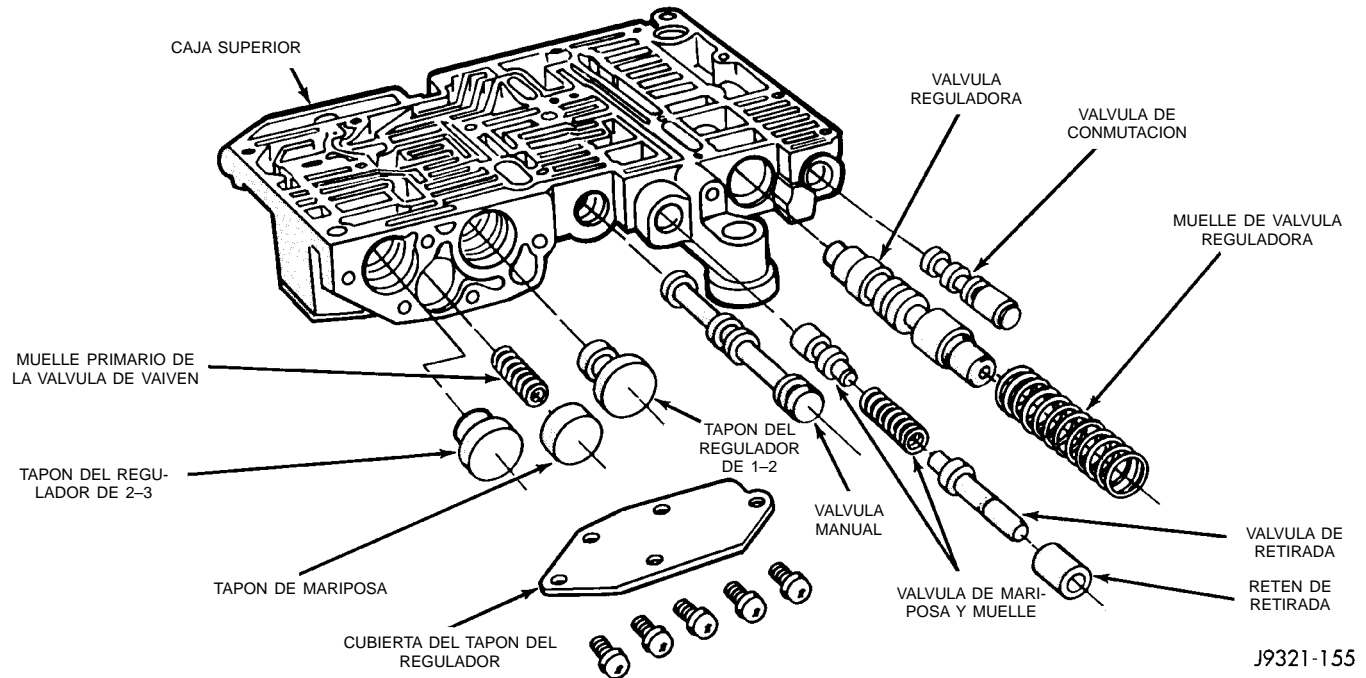

Fig. 61 Localizaciones de la válvula de control de la caja superior
(22) Gire la caja superior y retire la válvula de conmutación el muelle y la válvula manual (Fig. 61).
(23) Retire el retén de retirada, la válvula de retirada, la válvula de mariposa y el muelle (Fig. 61).
(5) Retire el retenedor de válvula reforzadora, el muelle y la válvula si no los retiró anteriormente.
(6) Retire el tapón de mariposa y los tapones del regulador de 1-2 y 2-3 (Fig. 61).